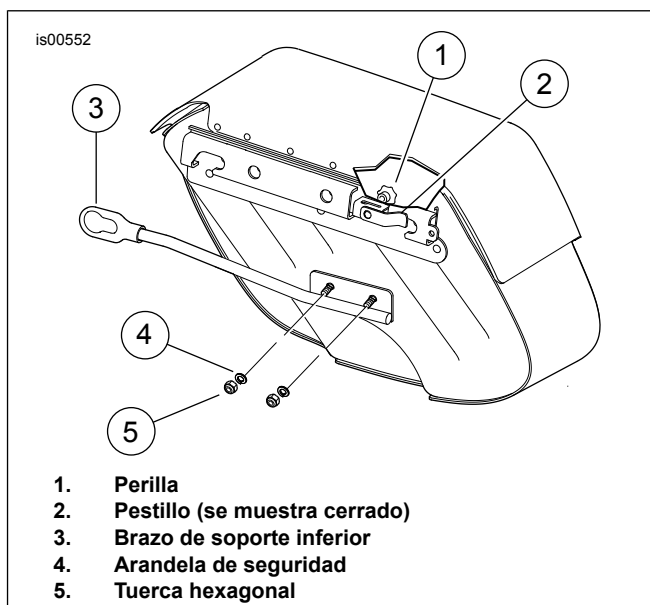

Figura 4. Vista trasera de la alforja
2. Vea la Figura 4. Tire de la perilla (1) y gírela hacia la parte trasera de la bolsa. El pestillo (2) en la parte trasera de la bolsa debe girar a la posición abierta.
7. Vea la Figura 4. Si el ajuste del espaciador del amortiguador en el paso 6 causa que la bolsa o el brazo inferior de soporte se levanten o sean empujados hacia abajo, afloje las tuercas de seguridad que sostienen el brazo inferior de soporte a la alforja y ajuste el brazo hacia adelante o hacia atrás según como sea necesario. Si se aflojaron, apriete los brazos de soporte a 7–10 N·m (60–90 in-lbs).